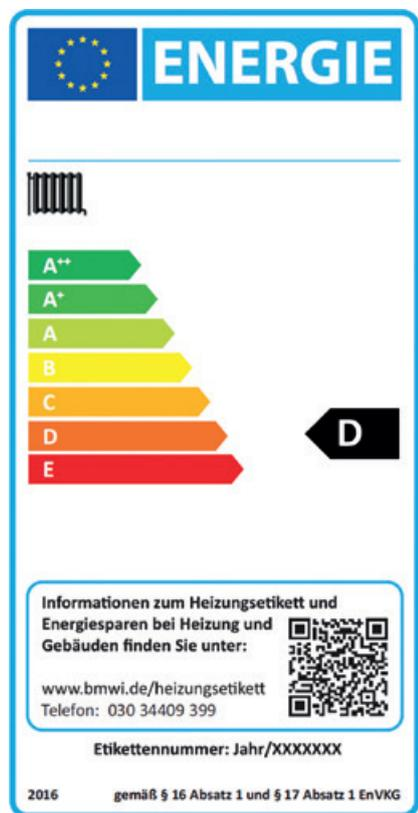

Abb. 7: Mithilfe des Heizungslabel ist auch für Laien anhand einer intuitiv zu lesenden Farbskala schnell ersichtlich, wie ineffizient alte Heizgeräte sind.
- Nutzung des Heizungslabels: Inzwischen haben über 1,7 Mio. Heizkessel im Gebäudebestand ein Etikett mit Effizienzklasse erhalten; wo noch keine Kennzeichnung vorhanden ist, können Installateure als berechnigte Akteure ein Etikett anbringen. Das Heizungslabel für alte Heizgeräte zeigt das Verbesserungspotenzial so einfach, dass es auch Laien verstehen: Modernisierungsbedürftige Heizkessel fallen in die schlechten, orange-roten Klassen C und D – also auch Heizwert-Gasetagenheizungen. Brennwertgeräte schaffen Klasse A, Anlagen mit erneuerbaren Energien oder Kraft-Wärme-Kopplung sogar A+++ (Abb. 7).